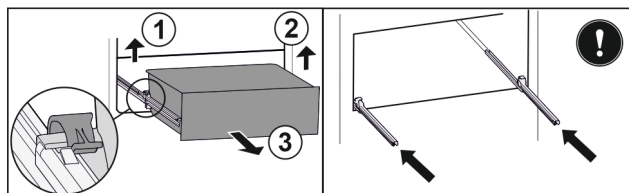

Fig. 224
- Sollevare il morsetto sinistro e allo stesso tempo tirare in avanti il cassetto sinistro. Fig. 224 (1)
- Sollevare il morsetto destro e allo stesso tempo tirare in avanti il cassetto destro. Fig. 224 (2)
- Rimuovere il cassetto tirandolo in avanti. Fig. 224 (3)